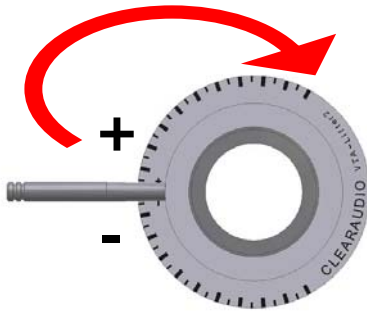

Abb. 4: Befestigung des Tonarms
Bevor Sie den Tonarm und den *VTA-Lifter (2)* miteinander verschrauben drehen Sie den Hebel komplett zur markierten "+" Seite. Die Befestigung kann nun mit den zwei mitgelieferten Madenschrauben an den Seiten des *VTA-Lifters (2)* erfolgen (siehe Abb. 4 + 5).